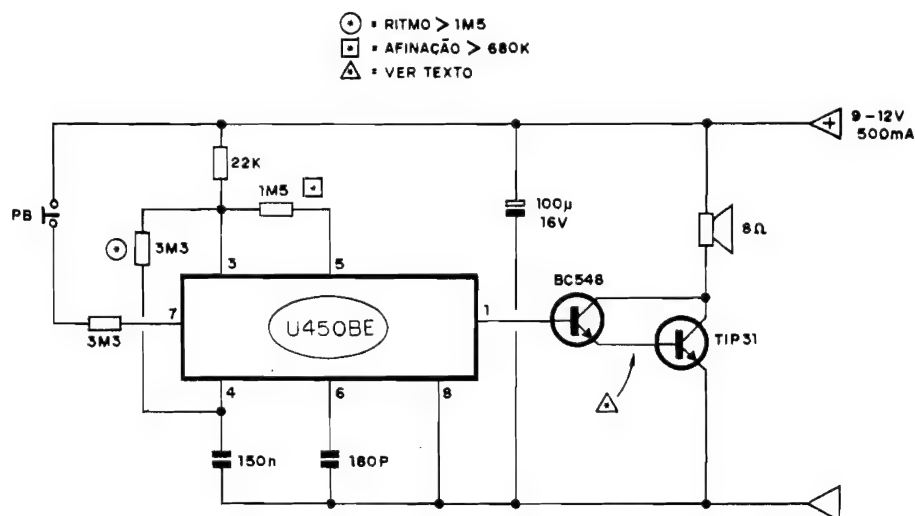
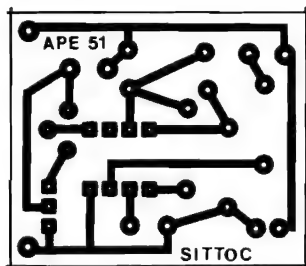
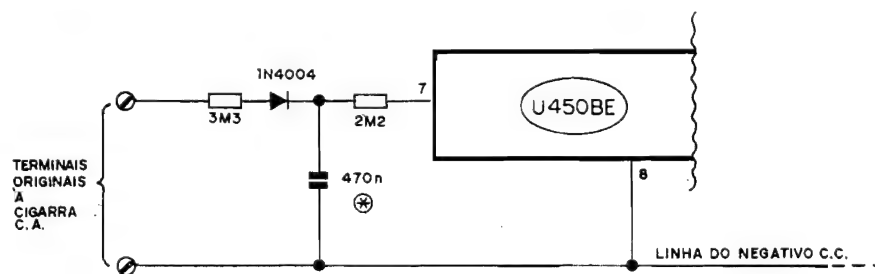
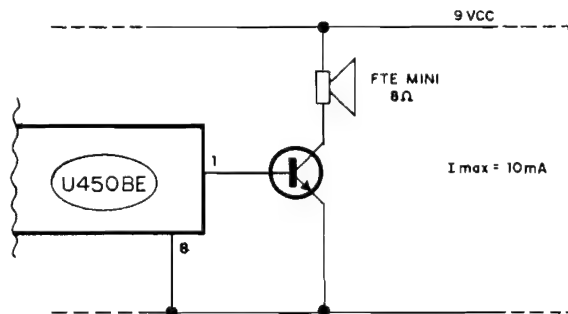

Fig.1
Fig.2
Fig.5
Fig.6
- **FIG. 1 - O CIRCUITO** - No "coração" da montagem está o mencionado Integrado dedicado, específico (tanto que o seu próprio "nome técnico", atribuído pelo fabricante, é GERADOR DE 3 TONS, PARA EQUIPAMENTOS ELETRÔNICOS DE "CHAMADA"...). Dentro do "bichinho" temos pelo menos 10 importantes blocos funcionais, incluindo dois clocks (um para as tonalidades básicas e outro para o sequenciamento), comutadores, fontes de Corrente e de Tensão de referência, múltiplos divisores programáveis de Frequência (responsáveis pela harmonia dos tons gerados...) e módulos de saída (em **push-pull**, embora no presente circuito aproveitamos apenas uma das "fases" da dita Saída...), etc. Se o Leitor/Hobbysta de A.P.E. já não estivesse acostumado com as modernas maravilhas da micro-Eletrônica, seria até difícil de acreditar que **tanta coisa** foi "enfiada" dentro daquela minúscula caixinha preta de 8 perminhas...! Uns poucos resistores e capacitores externos (cujos valores devem ficar dentro de parâmetros específicos, recomendados pelos Manuais do fabricante...)
- **FIG. 2 - LAY OUT DO CIRCUITO IMPRESSO ESPECÍFICO** - Do tamanho de uma caixa de fósforos (algumas décadas atrás, um circuito desse
gênero demandaria uma placa do tamanho de uma caixa de sapatos! a plaquinha é de facilíssima confecção... Atentar para o seguinte: o **lay out** refere-se, obviamente, ao módulo básico, descrito em diagrama esquemático na fig. 1... Qualquer das eventuais adaptações ou alterações propostas no decorrer do texto, ou nas demais ilustrações, poderá acarretar a necessidade de modificações no desenho do padrão cobreado... De qualquer forma, contudo, o **lay out** da fig. 2 poderá sempre servir como "esqueleto" dos diagramas a serem desenhados, especificamente para as necessidades. A escala da figura 1:1 (tamanho natural, é só "carbonar", diretamente...) e o desenho, traçagem, corrosão, limpeza e furação da placa devem seguir as normas e instruções exaustivamente mencionadas em A.P.E. Outra coisa: o bom aproveitamento dessa técnica construcional (Circuito Impresso) exige o acompanhamento de algumas normas elementares - porém importantes - mencionadas sempre nas INSTRUÇÕES GERAIS PARA AS MONTAGENS... Quem ainda for muito "começante", deve consultar tais instruções, lá nas primeiras páginas de toda A.P.E.
- FIG. 5 - ADAPTANDO A SITTOC MAIS ESPECIFICAMENTE, PARA CAMPAINHA RESIDENCIAL - Nas instalações domésticas já existentes, normalmente a conexão da campainha da porta segue o esquema de intercalar o interruptor de pressão entre uma cigarra (instalada na área de serviços, num **hall**, ou mesmo na copa/cozinha...) e a C.A. local... Nesse caso, para máximo aproveitamento da instalação já existente, basta remover a cigarra para C.A. original e promover o acoplamento do circuito da SITTOC, porém com a anexação da rede protetora/conformadora mostrada na figura... Nesse caso, o resistor original de 3M3 (rever fig. 1) será eliminado, substituído pelo conjunto formado pelos resistores de 2M2 e 3M3 (este em "nova posição", notem...), capacitor de 470n x 250V e diodo 1N4004... O capacitor é importante por dois motivos: filtra o zumbido de C.A. que interferiria com os sons gerados pelo circuito e, ao mesmo tempo, introduz uma certa temporização automática ao sistema, com o que, mesmo um breve toque na campainha proporcionará uns 2 ou 3 segundos de "manutenção" no
sequenciamento harmônico da SITTOC, "dando tempo" para a execução de - pelo menos - as suas três notas fundamentais... O restante do circuito fica exatamente como descreve o diagrama da fig. 1.
- FIG. 6 - "MANEIRANDO" A POTÊNCIA DE SAÍDA DA SITTOC - No módulo básico (fig. 1), a Potência de saída não é do tipo "desprezível"... Apesar da simplicidade do circuito, a sonoridade é bastante forte e "impressionante"... Entretanto, em algumas aplicações (como em brinquedos, por exemplo...), o Hobbysta pode pretender uma sonoridade bem mais branda, aliada a um consumo de Corrente também "maneiro", adequando o conjunto à alimentação por pilhas ou bateriazinha... Nesse caso - conforme indica o diagrama, basta desfazer o **Darlington** de saída, eliminando o transistor TIP31 (esse arranjo permite inclusive, com alguma atenção e habi-
lidade, aproveitar-se sem modificações de desenho, o **lay out** de Circuito Impresso - fig. 2...) e mantendo apenas o BC548, este acionando diretamente (via coletor, e ao positivo da alimentação...) um alto-falante mini, 8 ohms... Sob 9V, no máximo uns 10mA serão drenados da bateria (ou pilhas) durante o sinal sonoro. O conjunto todo ficará suficientemente compacto para fácil "embutimento" em carrinhos ou outros brinquedos, aos quais acrescentará então interessantes efeitos sonoros...
O Hobbysta "macaco velho" (e mesmo o iniciante atento) poderá, a partir do módulo básico - fig. 1 - inventar "mil e uma", desde que atendo-se sempre aos limites e faixas já mencionados... Um ponto importante: os requisitos gerais de Corrente do U450BE são inerentemente **baixos**, e assim, em qualquer caso, o resistor instalado entre o pino 3 e a linha do **positivo** geral da alimentação deverá ser mantido num valor proporcional (nunca inferior aos 22K originais, para Tensões de linha entre 9 e 12V, e naturalmente em maior valor ôhmico, se a alimentação for em "voltagens" também maiores...). Embora o Integrado contenha reguladores internos de Corrente e Tensão para os seus módulos intrínsecos, não se deve "exagerar" os parâmetros, para não correr-se o risco de danos ao componente (ele é bastante robusto, mas mesmo o Rambo, se tomar uma rajada de metralha pelo peitoral, "dançará", né...?). De qualquer modo, no cálculo do resistor série (no caso do circuito básico, o de 22K) da alimentação positiva, ao pino 3, deve levar-se em conta o seguinte: a Corrente **mínima** requerida pelo Integrado fica em torno de 200uA, e a **máxima** absoluta em 10mA... "Lá dentro" do pino 3 existem um zener de 3,73V, sob uma Resistência interna de 50R, que condiciona, automaticamente, os parâmetros de Tensão para os diversos blocos funcionais... Lembrem-se disso, ao eventualmente recalculá-la a alimentação para circuitos experimentais ou variações do módulo básico ora descrito...